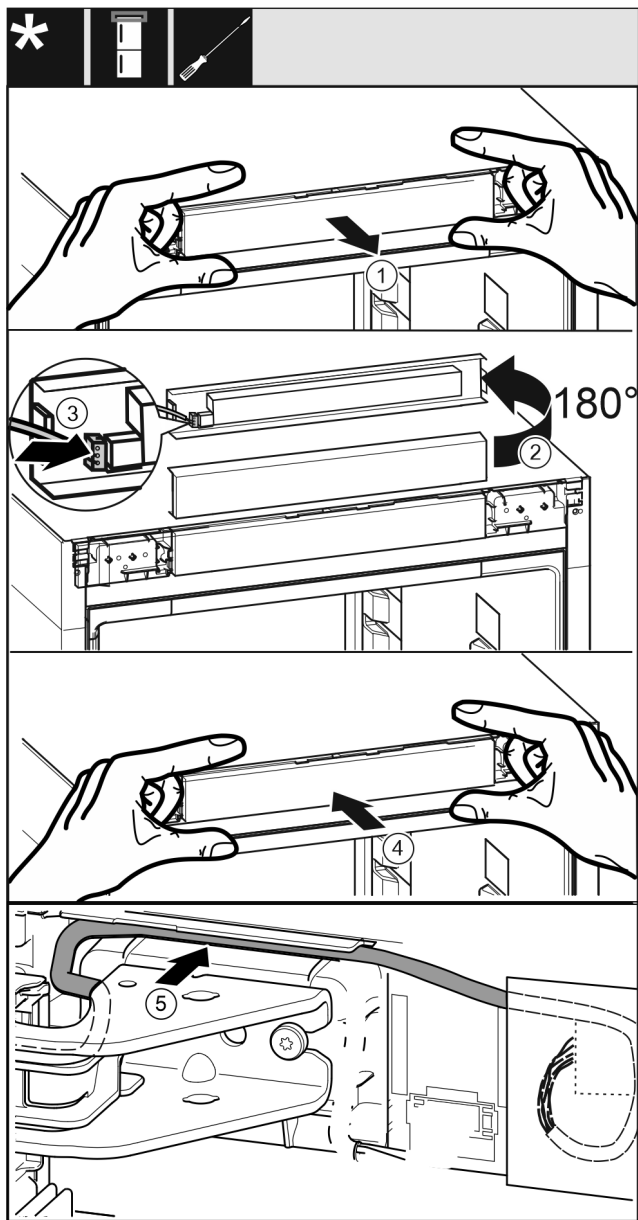

Fig. 32
- ▶ Óvatosan vegye ki a kezelőpanelt. Fig. 32 (1)
- ▶ Fordítsa el a panelt 180°-kal. Fig. 32 (2)
- ▶ Pattintsa rá a dugót a kezelőelem paneljére. Fig. 32 (3)
- ▶ Pattintsa vissza a kezelőpanelt a készülékre. Fig. 32 (4)
- ▶ Óvatosan vezesse el a szürke kábelt a felső csapágybak feletti vezetősínben. Fig. 32 (5)